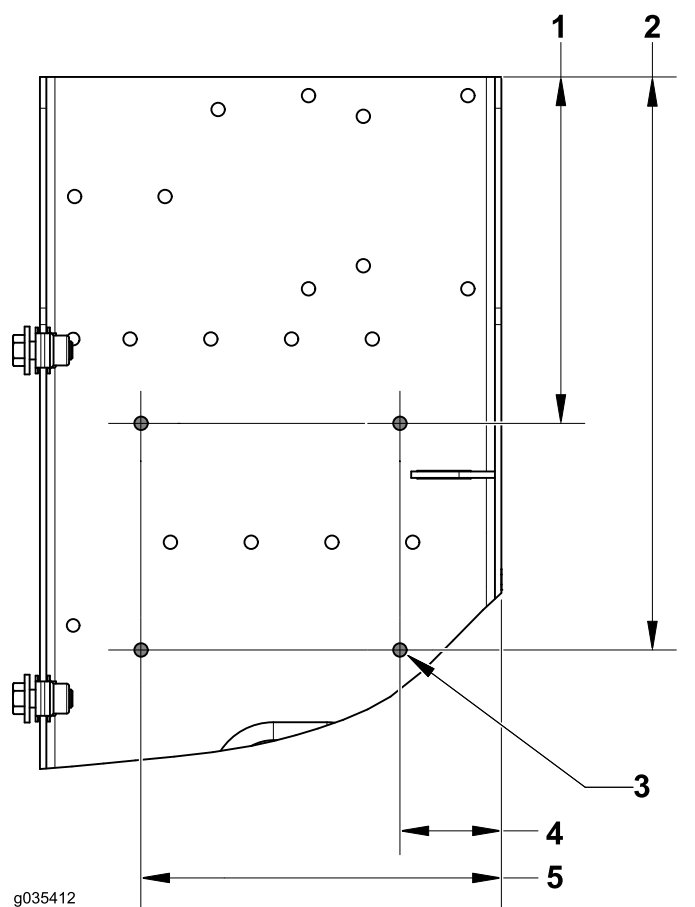

Bild 8
4. Ermitteln und bohren Sie die folgenden Löcher für das Steuergerät (Bild 8).